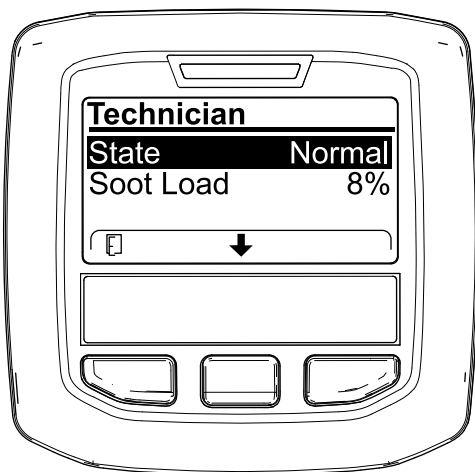

Figura 40
- Utilice la tabla de funcionamiento de DPF para comprender el estado actual del funcionamiento del DPF (Figura 40).